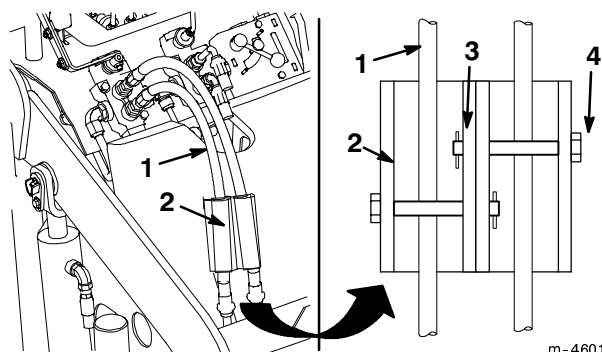

Abbildung 19
7. Die Zylinderschlösser über den Hydraulikschläuchen anbringen und mit den Sicherungstiften und Splinten sichern (Abb. 19).